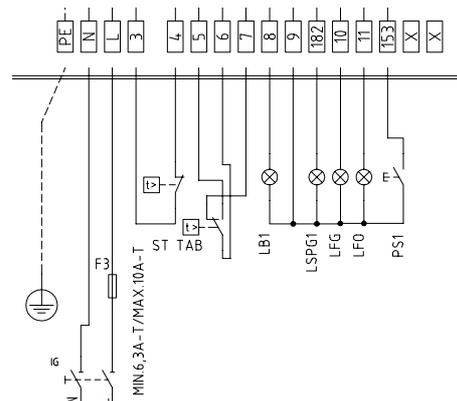

Fig. 14
Para las conexiones, remitirse al tablero de bornes reproducido en Fig. 14
- 1 Conectar los conductores correspondientes a la señal de autorización de la caldera hacia el quemador, para los siguientes componentes (Fig. 14):
- 2 Conectar los conductores correspondientes a la señal de autorización del quemador hacia la caldera, para los siguientes componentes (Fig. 14)